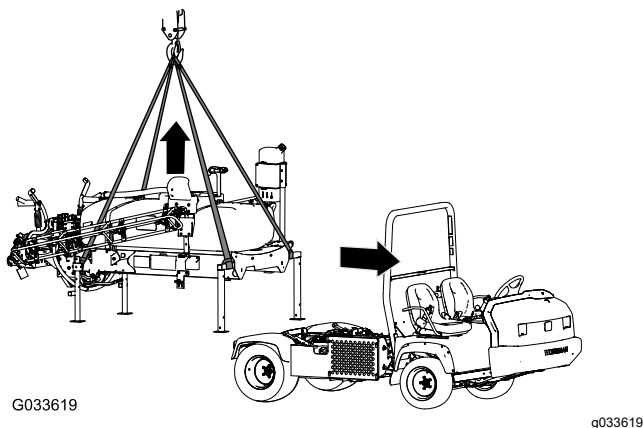

図 102
5. 前側ジャッキスタンドの水平チューブと、後側ジャッキスタンドの垂直柱部分にクレーンを接続する 図 102。
7. クレーンでタンクスキッドを吊り上げるスキッドをぶつけないように十分高く吊ること 図 102。
1. ブームを 45°程度の角度にし、次に、前方に折りたたむ 図 102。